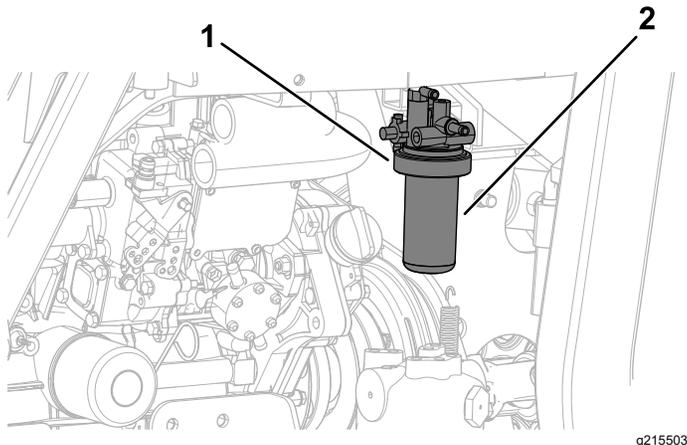

Figura 72
1. Limpie la zona alrededor de la cabeza del filtro de combustible (Figura 72).
2. Retire el filtro y limpie la superficie de montaje del cabezal del filtro (Figura 72).